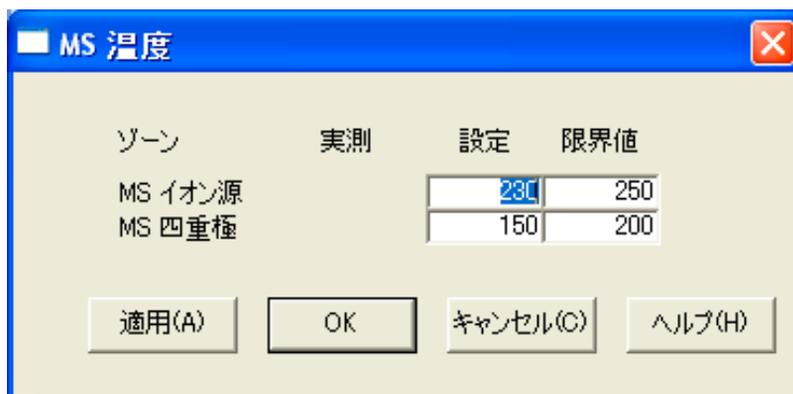

図 8 温度の設定
- 2 [パラメータ (MoreParams)] メニューから [温度 (Temperatures)] を選択します (図 8)。